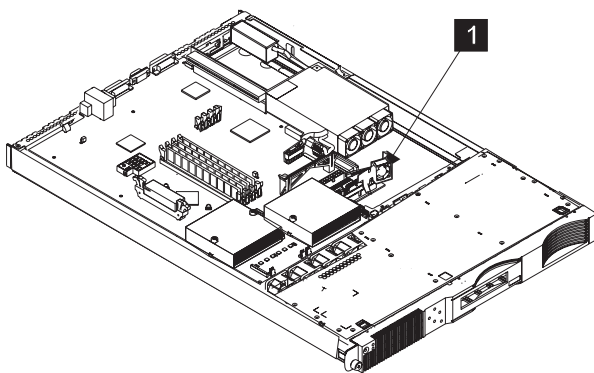

図 86. SAN ボリューム・コントローラー 2145-4F2 ディスク・ドライブ・ファンの取り外し
5. ディスク・ドライブ・ファンの右側を前方にスライドさせて、ファン・アセンブリー **1** 全体を取り外します。次にアセンブリーをクリップから引き離します。292 ページの図 86 を参照してください。